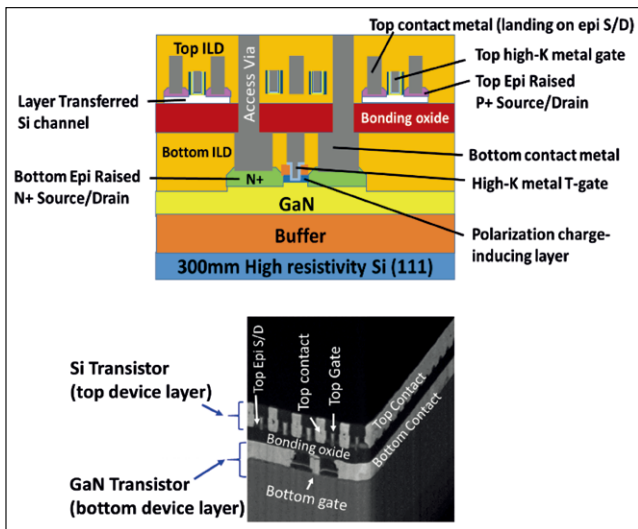

图2. 自建的主流CMOS晶圆厂内, Intel在300mm Si (111) 晶圆上成功产出首批GaN晶体管。该公司的研究人员运用了一种基于层转移的三维单片集成新技术, 将硅PMOS晶体管堆叠在GaN NMOS晶体管之上, 以实现CMOS功能, 在业界这是首创。
我们的努力取得了一些成就, 即在300mm Si (111) 晶圆上成功制备了首批高性能GaN晶体管(图2)。我们制备这些晶体管时, 采用的是与主流CMOS晶圆厂相兼容的300mm工艺技术。